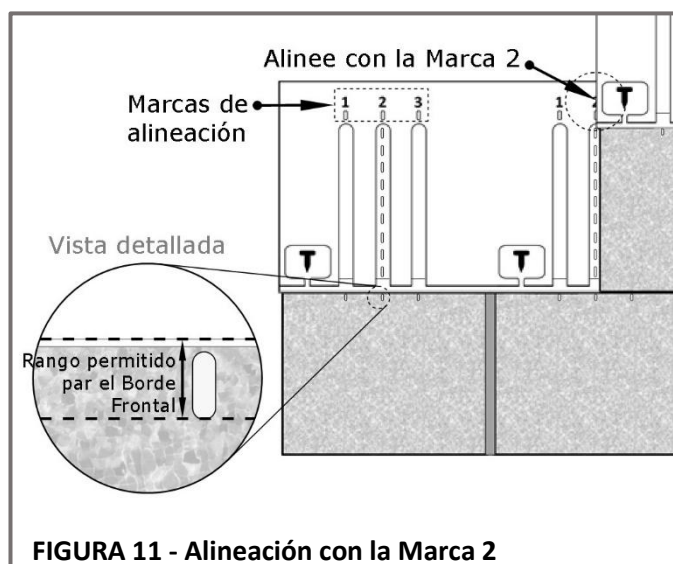

FIGURA 11 - Alineación con la Marca 2
- Para **Designer Slate: American Blends**, coloque siempre el borde de la teja en la marca de alineación #2. Vea la **Figura 11**.